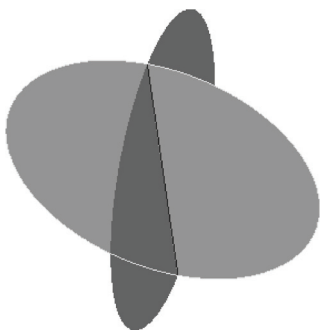

图 9-83 打开模型文件
STEP 01 单击快速访问工具栏中的“打开”按钮，打开模型文件，如图 9-83 所示。